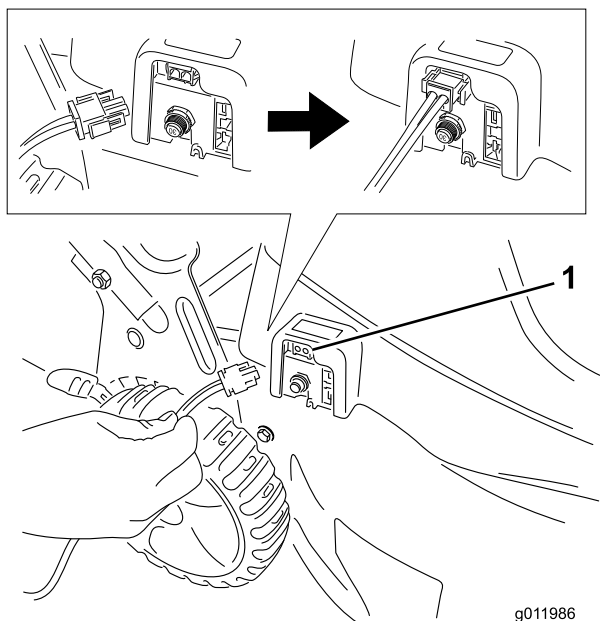

Figure 4
2. Insérez le câble du chargeur dans la prise de charge (Figure 4) et connectez l'autre extrémité à une prise standard de 120 V.